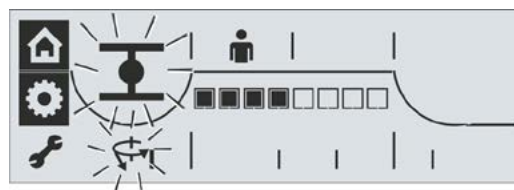

Abb. 2: Menü Parameter aktiv
5. Auswahl bestätigen: Den Drive Controller drücken. Der Antrieb befindet sich im Menü ‚Parameter‘, das Schlüssel-Symbol leuchtet konstant und es blinkt das Symbol für den ersten Parameter, hier Drehmoment in Endlage ZU (Abb. 2).